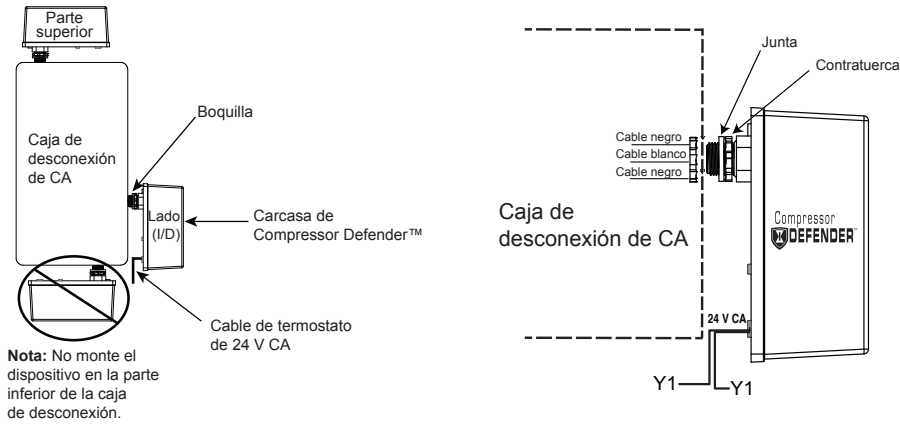

Figura 1. Instalación del Compressor Defender™ en una caja de desconexión de CA.
2. Monte el *Compressor Defender™* y asegúrese de que el cable de 24 V CA esté montado bajo la boquilla. Consulte la Figura 1.